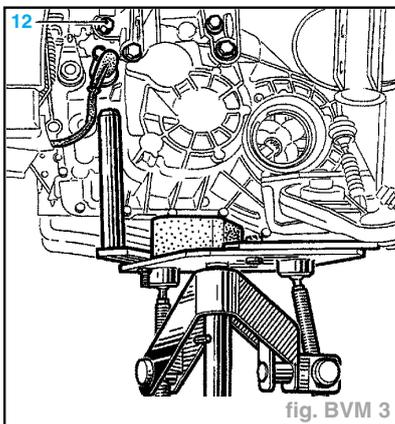

fig. BVM 3
- Serrer en premier la vis conique (12) de support GMP dans la boîte (N7Q) (fig. BVM 3).
- Mettre en place et serrer en premier la vis conique du support groupe motopropulseur gauche (fig. BVM 3).